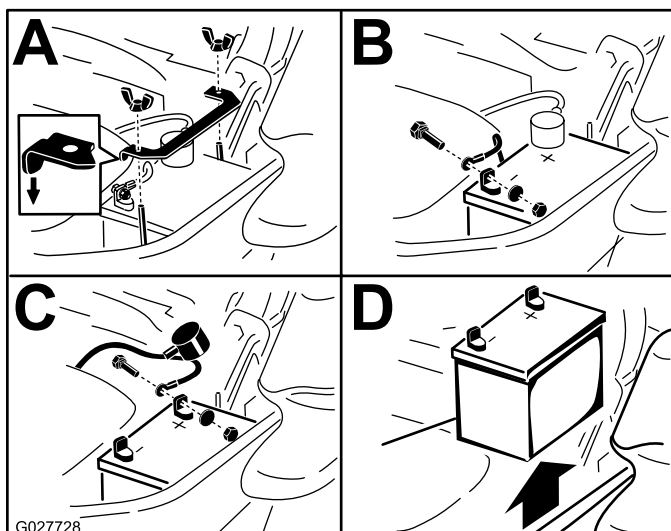

Figure 57
3. Retirez la batterie, comme montré à la Figure 57.
Remarque: Placez la batterie dans son support en tournant les bornes à l'opposé du réservoir hydraulique (Figure 57).